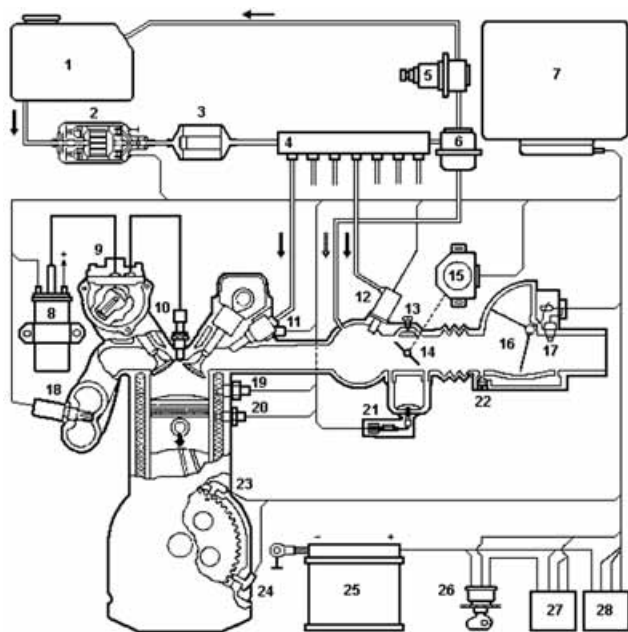

Рис. 1. Структурная схема системы впрыска топлива Motronic:
Функционирует система впрыска (см. рис. 1) следующим образом: топливный электронасос (2) через фильтр тонкой очистки топлива (3) под давлением подает топливо к аккумулятору-распределителю топлива (4) и далее к форсункам (11 и 12). На конце аккумулятора-распределителя топлива установлен регулятор давления топлива в системе (6), который обеспечивает оптимальное давление топлива, включая зависимость от разрежения во впускном тракте двигателя. При превышении необходимого в конкретный момент давления топлива в системе, регулятор давления через топливный демпфер (5) возвращает излишки топлива обратно в топливный бак. За счет постоянного давления и рециркуляции топлива в системе исключается возможность образования паров топлива. Установленные на впускном коллекторе в непосредственной близости к впускным клапанам форсунки (11) обеспечивают хорошее смесеобразование. Управляются они посредством ECU по специальной программе. Чем дольше открыта форсунка, тем больше обогащается топливная смесь. Время открытия форсунок ECU вычисляется в зависимости от выходных сигналов датчиков. Таким образом, учитывается температура двигателя, количество всасываемого воздуха и его температура, положение дроссельной